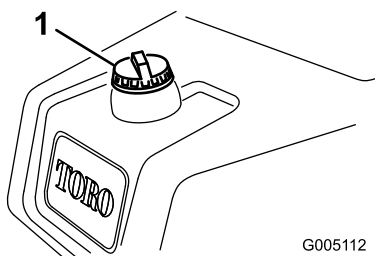

Figure 24
1. Nettoyez la surface autour du bouchon du réservoir de carburant (Figure 24).